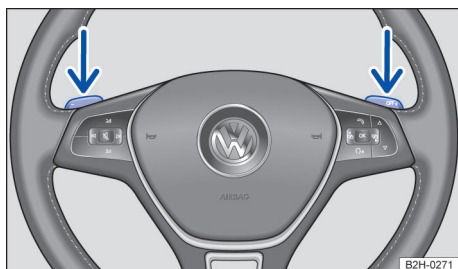

Fig. 104 Volante com seletores basculantes do Tiptronic.
- Puxar o seletor basculante direito na direção do volante para aumentar a marcha → Fig. 104.